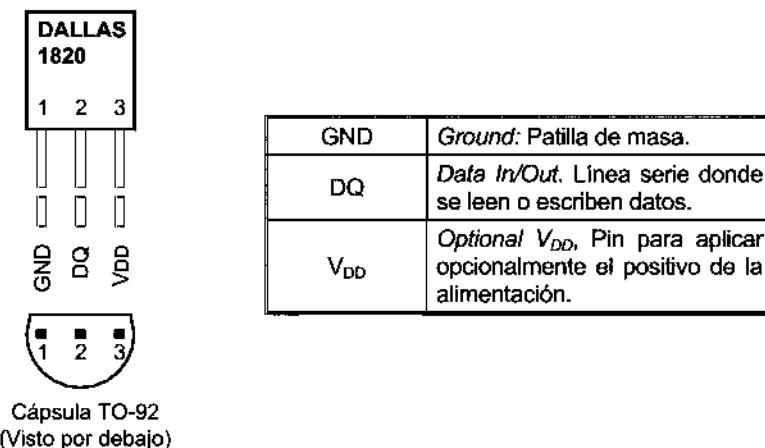

Figura 28-1 Patillaje del DS1820 para cápsula TO-92
- El patillaje para cápsula TO-92 que se representa en la figura 28-1.